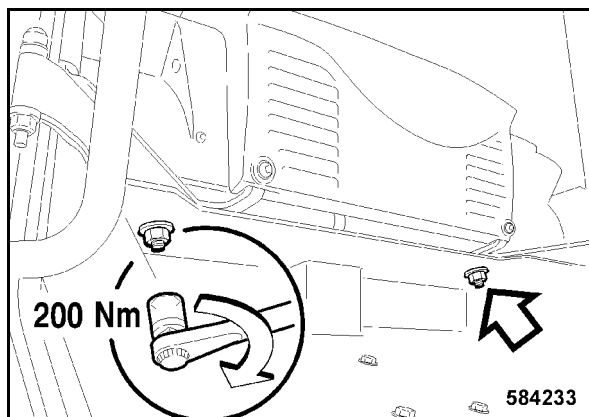

Bild 195
- Kierrä kummallekin sidepultille mutterit ja aluslaatat ja kiristä 200 Nm:llä (Bild 195).